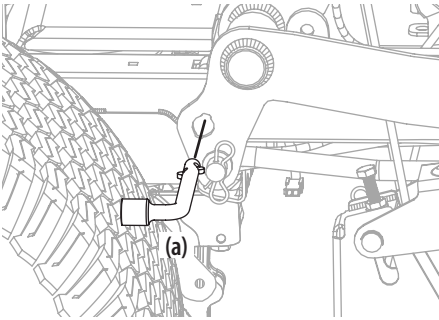

Figura 43
5. En los tractores equipados con la perilla de elevación de la plataforma, use el pedal de elevación de la plataforma y la perilla de elevación de la plataforma para ubicar la plataforma en la posición más baja, y use la herramienta para usos múltiples (a) para bloquear los componentes de la elevación de la plataforma en su lugar como se muestra en la Figura 43. En tractores con una manija de elevación de la plataforma, baje la plataforma a la posición más baja.